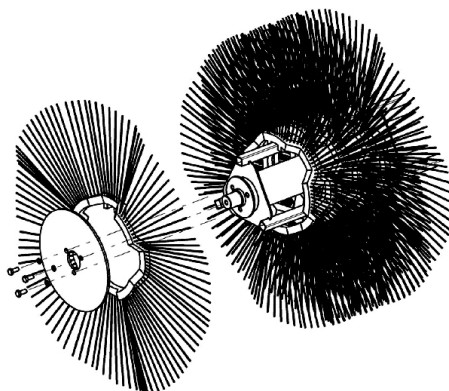

Рисунок 12 - Демонтаж щеточных дисков
4. Последовательно демонтируйте щеточные диски (Рис. 12).